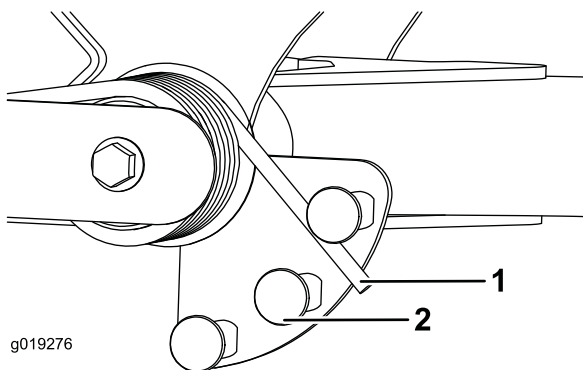

Figure 40
2. Faites passer un tube ou assimilé par-dessus l'extrémité longue du ressort puis faites le pivoter autour de l'actionneur jusqu'à la position souhaitée (Figure 40).